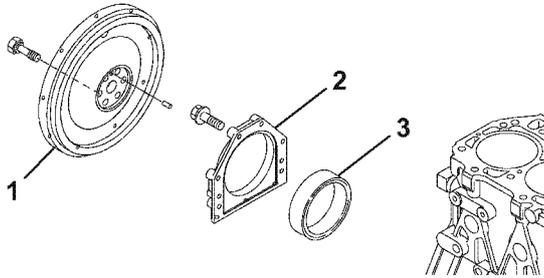

Figure 6-100
7. Appliquez du joint liquide ThreeBond n° 1207F, YANMAR Réf. 977770-1207F sur la bride de montage du logement du joint d'étanchéité (2, **Figure 6-100**).
10. Installez le volant moteur (1, **Figure 6-100**) et serrez les boulons au couple prescrit. Voir *Tableau de couples spéciaux* à la page 6-15 pour les spécifications.